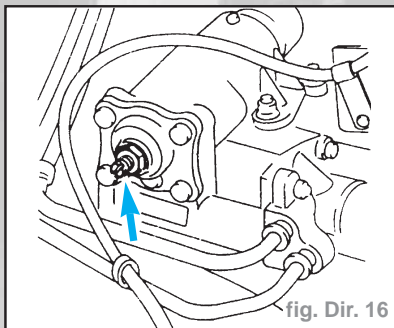

fig. Dir. 16
- Desserrer l'écrou de sûreté de la vis de réglage (flèche) du boîtier de direction (fig. Dir. 16).